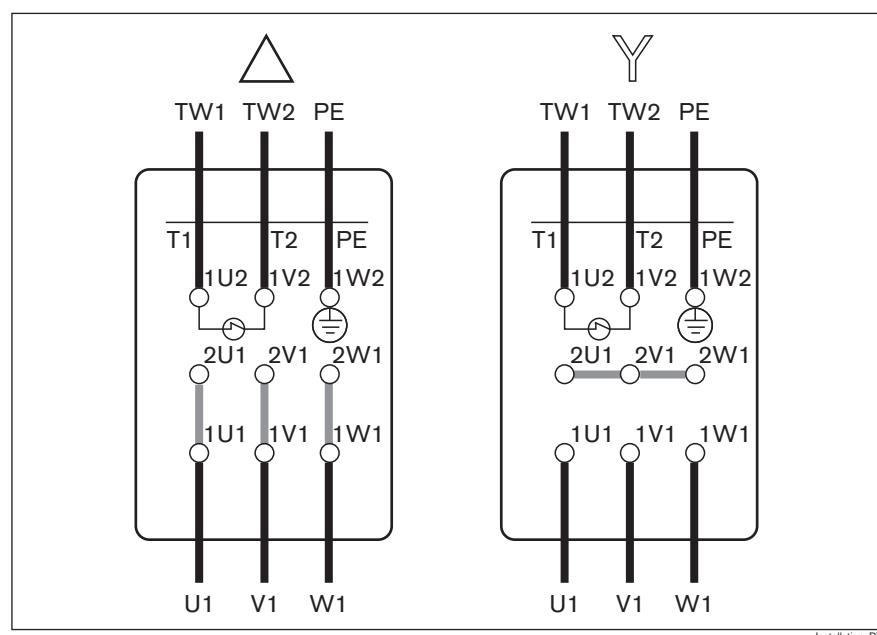

Fig. 9: Üçgen / Yıldız bağlantı planları
- Motoru sayfa 21 Fig. 9 daki ve terminal kutusundaki bağlantı planlarına uygun olarak yıldız veya üçgen bağlayınız.
- Motorun dönüş yönünü değiştirmek için seçtiğiniz iki telin (L1, L2 veya L3,) yerini değiştiriniz, bakınız Fig. 9 Sayfa 21.